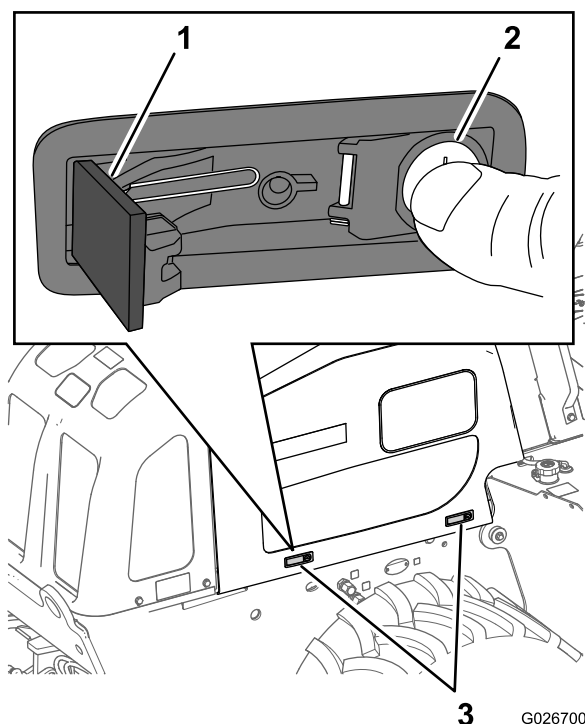

Figura 60
- Presione hacia dentro el botón de cada cierre—la parte del cierre que incluye el cilindro de la cerradura (Figura 60).
- Presione sobre la palanca del cierre para bloquear el cierre (Figura 60).